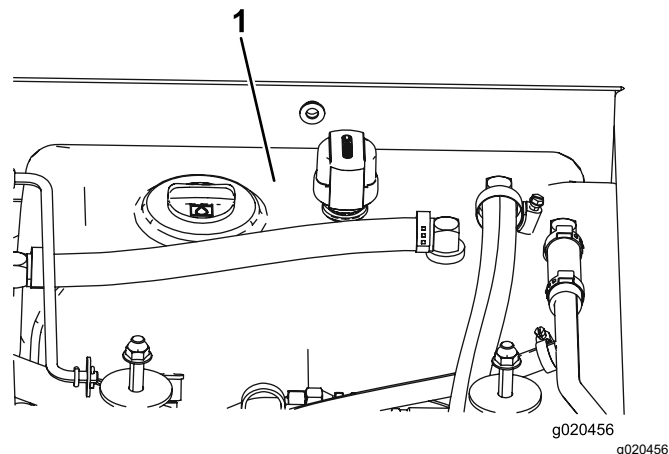

Figura 80
4. Llene el depósito (Figura 80) con fluido hidráulico; consulte Comprobación del fluido hidráulico (página 71).